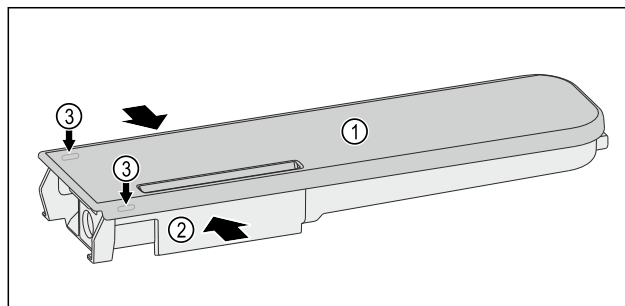

Fig. 136
- Притисніть бак для води Fig. 136 (2), обережно підчепіть і потягніть угору кришку Fig. 136 (1) за допомогою фіксувальних язичків Fig. 136 (3).
- Обережно порушайте кришку Fig. 136 (1) вперед-назад і зніміть її вгору.